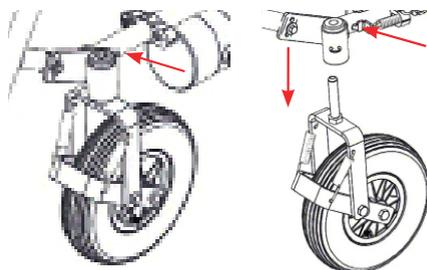

Figura 21: Detalhe remoção do garfo.
6. Garfo: Ver "Figura 21: Detalhe remoção do garfo." na página 42.
7. Garfo: Ver "Figura 21: Detalhe remoção do garfo." na página 42.